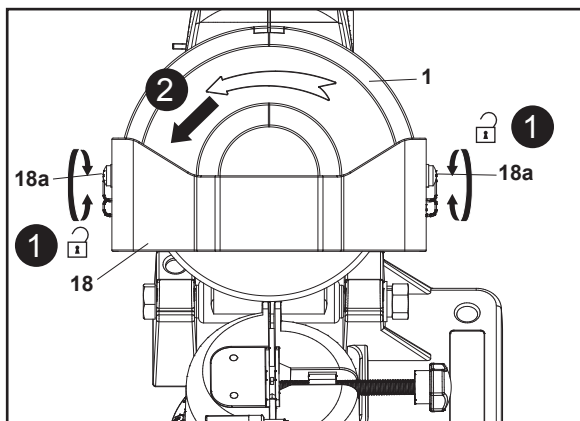

Fig. 11
1. Desaperte e remova os dois parafusos (18a) da proteção superior (1) e da proteção móvel transparente (18) com uma chave de fendas Philips adequada (não fornecida). Existem 2 porcas cativas que encaixam nos parafusos. Mantenha-as à mão para evitar que se percam (Fig. 11, passo 1).
2. Levante a proteção superior (1) e a proteção móvel transparente (18) (Fig. 11, passo 2).